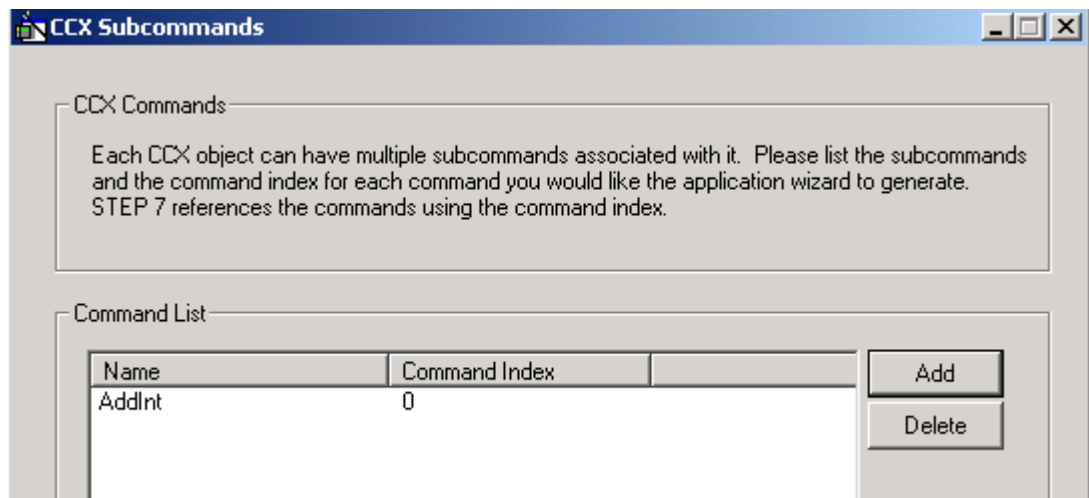

图 5.2 添加函数
2. 在“CCX Subcommands”窗口中，可创建函数给 Step7 调用，默认时只有一个函数，根据实际需求可创建多个，创建时可以给函数名称取一个有意义的名字。每一个函数都有函数索引号，Step7 调用这些函数时必须输入函数的索引号。在图 5.2 上，我们建立名为“AddInt”的函数，它的函数索引号为 0。